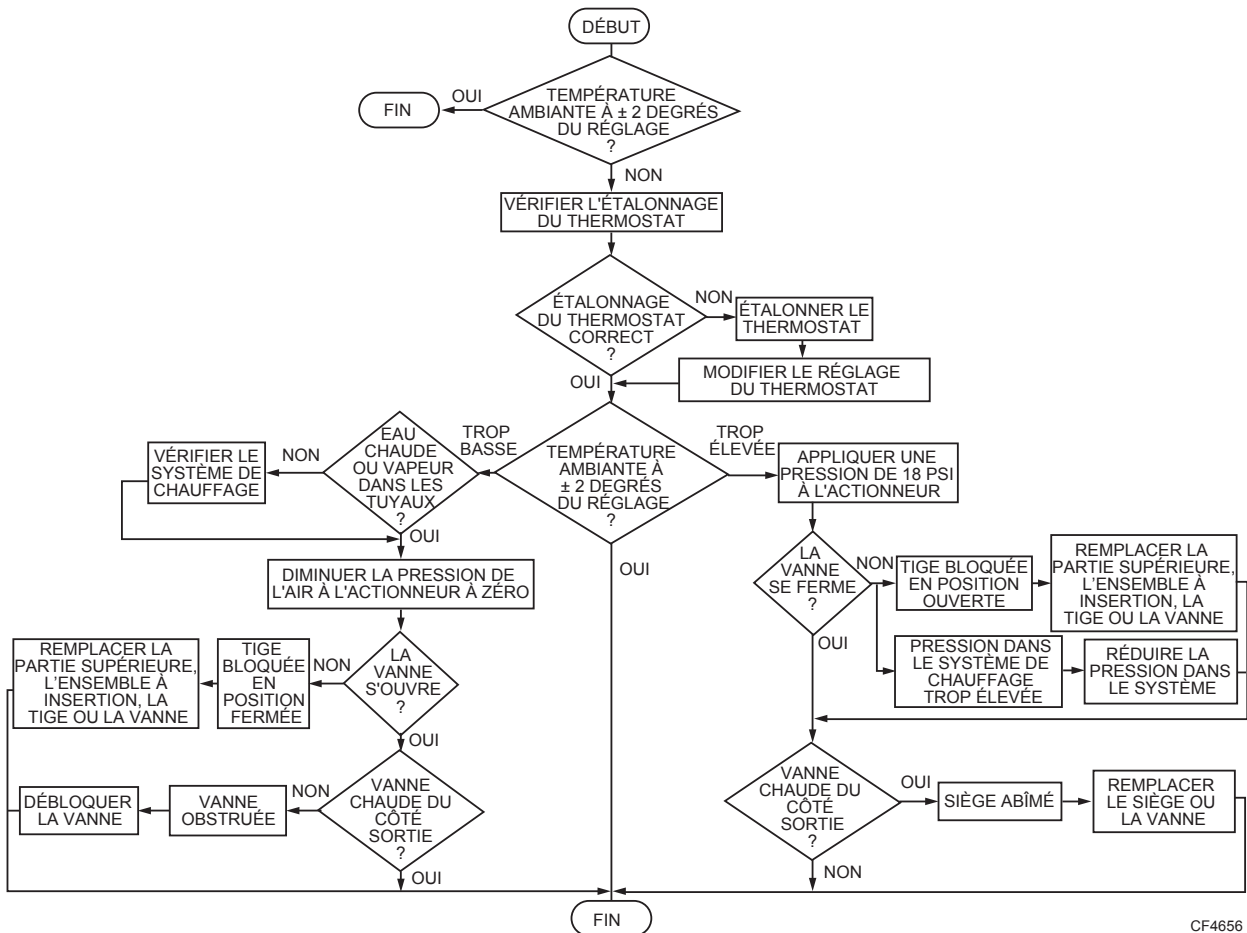

Fig. 4. Diagramme de dépannage des vannes VP525 A et C.
- b. À l'aide du diagramme de dépannage (Fig. 4) vérifier s'il y a assez de pression dans la canalisation pour assurer une étanchéité complète et si la pression dans le système est excessive.
- (1) Si la pression d'air se maintient et que le fluide de chauffage continue de circuler dans la vanne, la tige de la vanne est bloquée ou le bouchon moulé et le siège sont défectueux.
- (2) Démonter la vanne pour remplacer ces pièces (Voir la section Remplacement de la tige et du porte-obturateur ou du siège de la vanne).